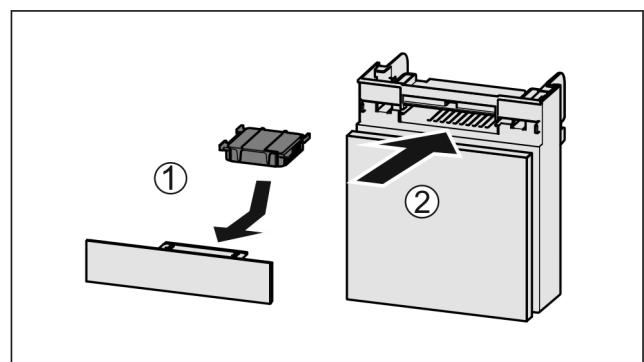

Fig. 88
- ▶ Umetnите filter s aktivnim ugljenom kao što je prikazano na slici Fig. 88 (1).
- ▶ Umetnute pretinac Fig. 88 (2).